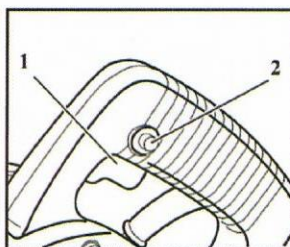

рис. 7
4.2 Для кратковременного включения пилы плавно нажать на кнопку выключателя 1 (рис.7). Для отключения кнопку выключателя отпустить. Для длительного включения плавно нажать на кнопку выключателя и зафиксировать его кнопкой фиксатора 2 (рис.7). Для отключения - выключатель нажать и отпустить, не нажимая фиксатор.